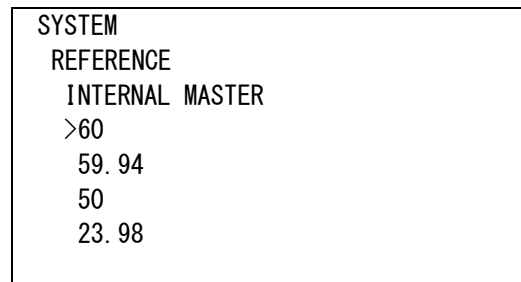

図 4-83 オンスクリーンメニュー(INTERNAL MASTER 例)
3) 「INTERNAL MASTER[IMST]」を選択すると図 4-83 のような設定メニューが表示されるので、ツマミを回して「60[60]」、「59.94[5994]」、「50[50]」、「23.98[2398]」のどれかを選択し、**ENTER** ボタンを押して設定を決定します。